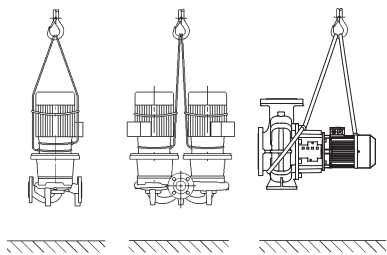

Fig. 6: Přeprava čerpadla
- Přepravní oka na motoru přitom slouží výhradně k vedení při uchopení břemena (Fig. 6).